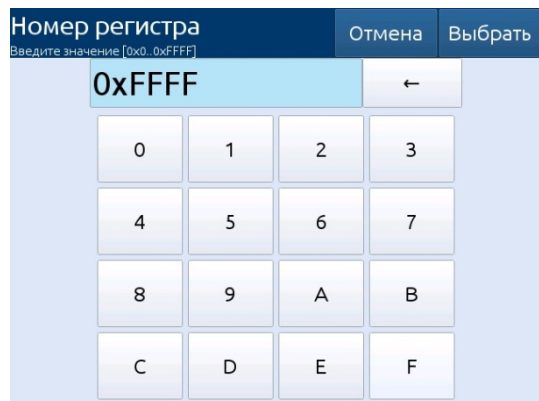

Рисунок 2.22
- в шестнадцатеричной системе (см. рисунок 2.22).